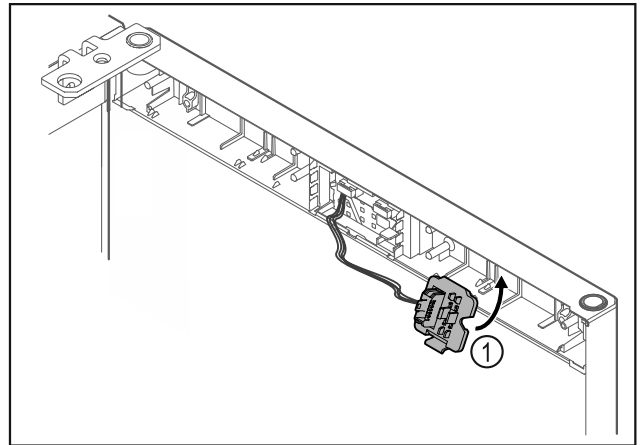

Fig. 22
- ▶ Užfiksukite kištuko laikiklį Fig. 22 (1) priešingoje pusėje.